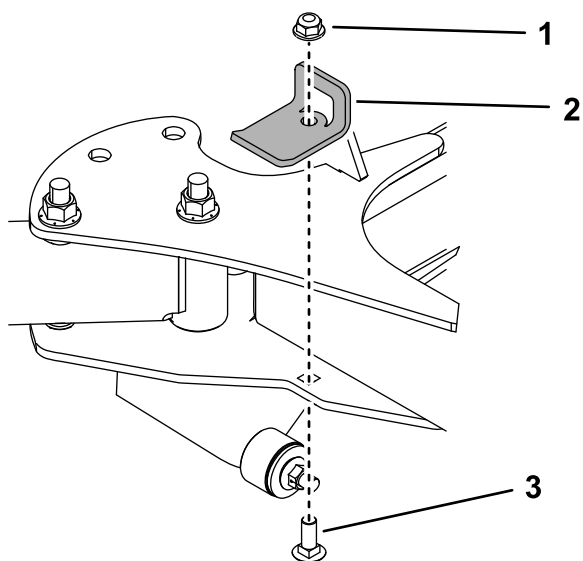

Figure 13
10. Avec un boulon de carrosserie (3/8 x 1 po) et un contre-écrou (3/8 po), installez le support de butée sur le côté droit de la machine (Figure 13). Serrez le boulon à un couple de 37 à 45 N·m (27 à 33 pi-lb).